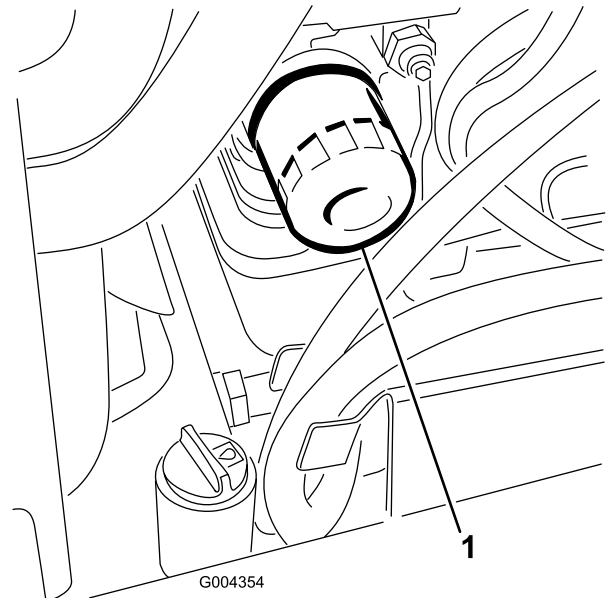

Figura 34
4. Togliere il filtro usato (Figura 34) e pulire la superficie della guarnizione dell'adattatore del filtro.